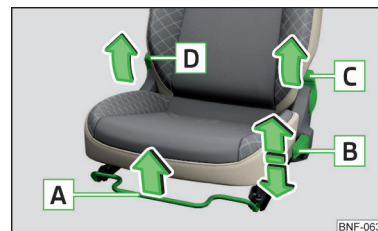

Fig. 50
Elementos de mando en el asiento del conductor » fig. 50
- » Tirar de la palanca **D** » fig. 50 y abatir el respaldo hacia delante.